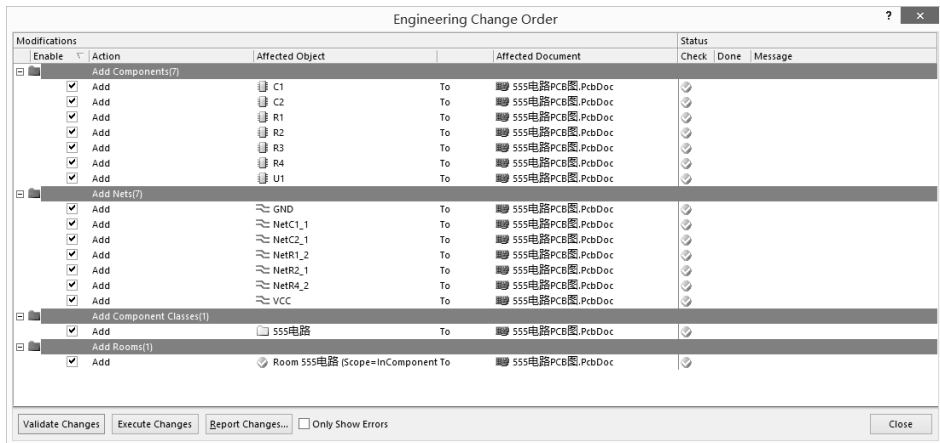

图 3.1.12 显示检查结果
(2) 单击“Validate Changes (使变化生效)”按钮，系统将检查所有的更改是否都有效，如果有效，将在右边“Check (检查)”栏对应位置显示绿色钩；如果有错误，“Check (检查)”栏中将显示红色错误标识，如图 3.1.12 所示。